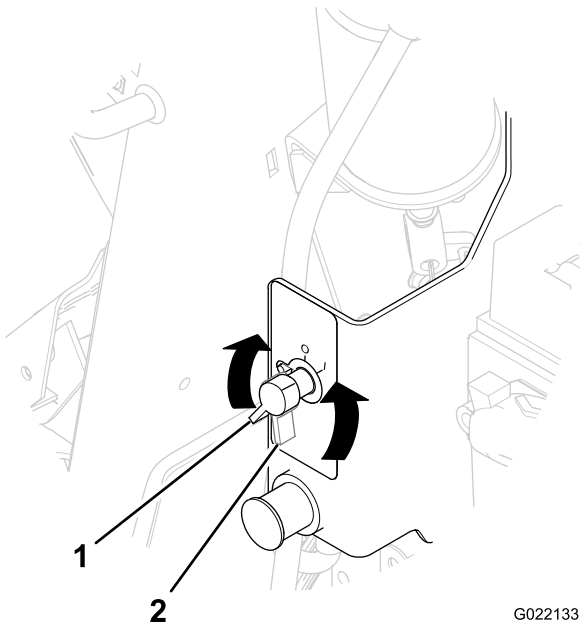

Figure 60
2. Tournez le sectionneur de batterie dans le sens antihoraire en position désactivée (Figure 60).